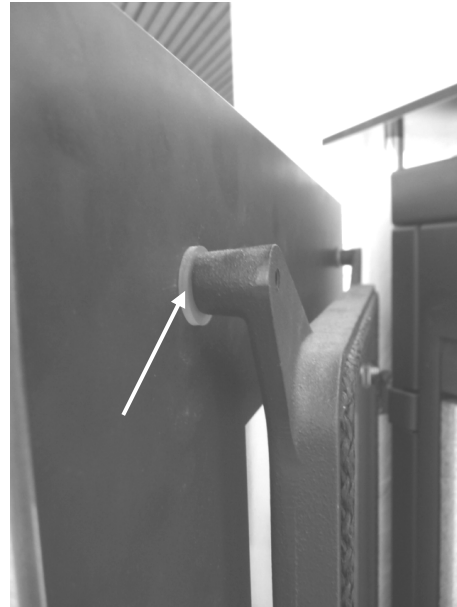

Abb. 14: Silikonring zwischen Gußtür und Dekorglas
Befestigungsschrauben (1), Türgriff (2) und Silikonringe (3) griffbereit legen. Tür-Dekorglasscheibe von vorne über die Griffachse schieben. Befestigungsschrauben einsetzen, Silikonringe zwischen Gußtür und Tür-Dekorglasscheibe aufstecken (Abb. 14) und Schrauben leicht anziehen.
Wichtig: Silikonringe zwischen Gußtür und Tür-Dekorglasscheibe einlegen (Abb. 14). Bitte beachten: Unbedingt Tür-Dekorglasscheibe vor dem Festziehen der Schrauben gleichmäßig ausrichten.